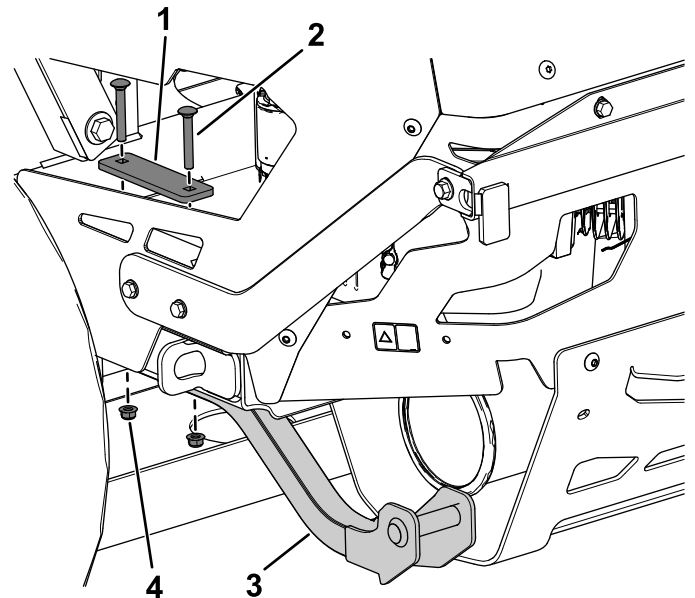

Figure 10
4. Fixez légèrement le support inférieur à la plaque du moteur à l'aide de 2 boulons de carrosserie (5/16" x 2 1/4"), 1 plaque d'appui et 2 écrous à embase (5/16"), comme montré à la Figure 10.